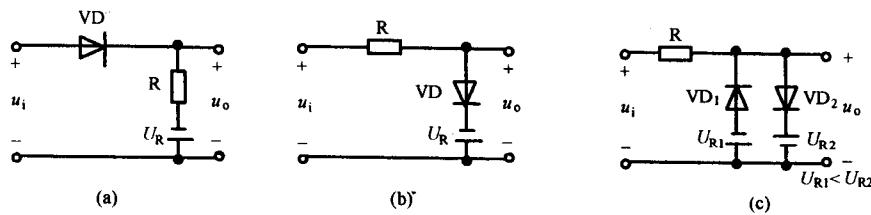

图 1.9
(3) 二极管组成图1.9所示电路。已知 u_i 为正弦信号，幅值 $u_{im} > U_R$ ，二极管的导通压降 U_{VD} 可忽略，定性画出 u_o 的波形。